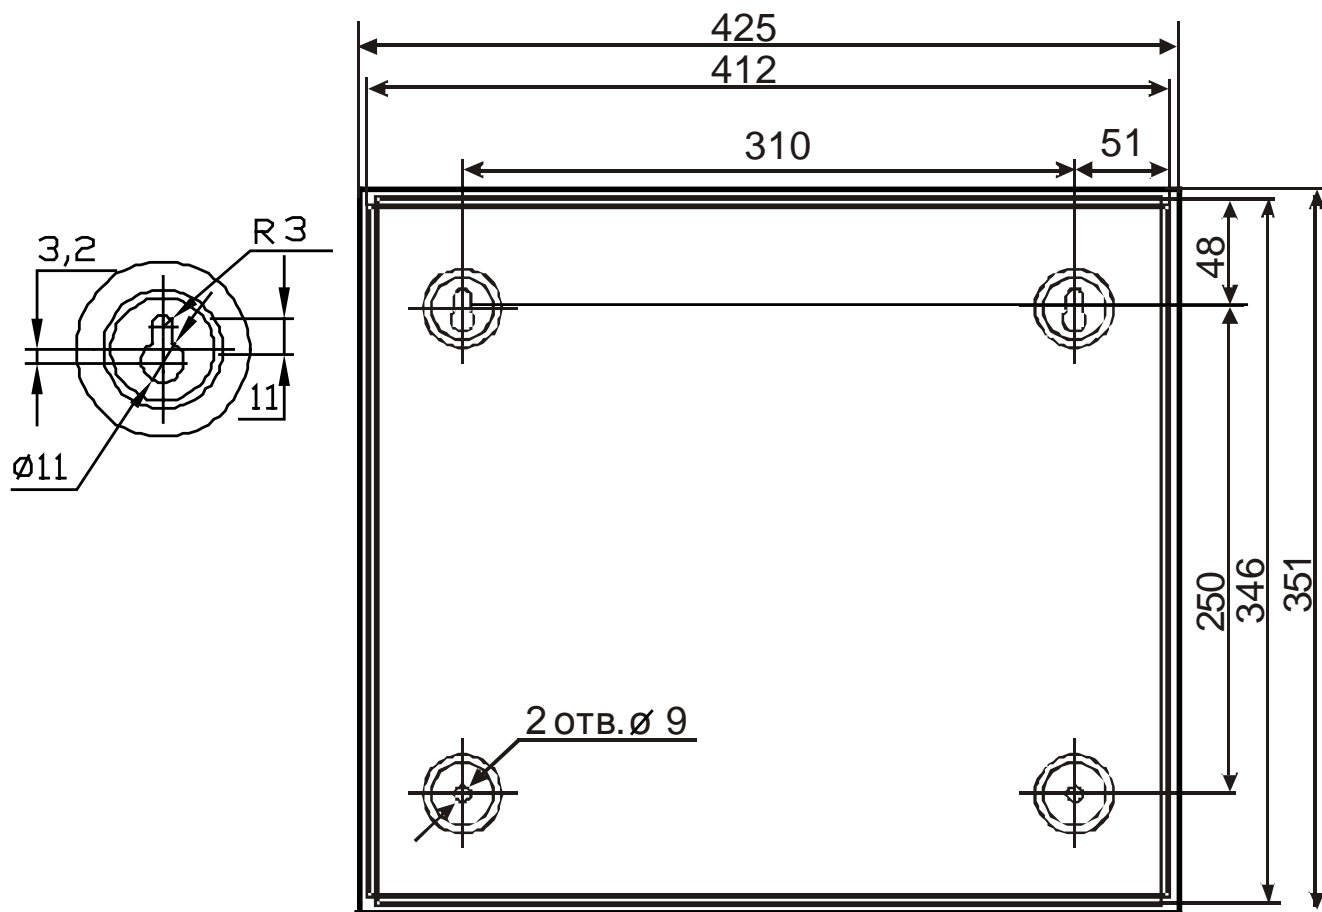

Рис. 9 Присоединительные размеры ИБП 1200A/2400A
6.4.1. На месте установки ИБП крепится к стене или других конструкциях в вертикальном положении. При установке необходимо следить за тем, чтобы не были закрыты вентиляционные отверстия другими устройствами или блоками. Присоединительные размеры ИБП приведены на Рис. 9.